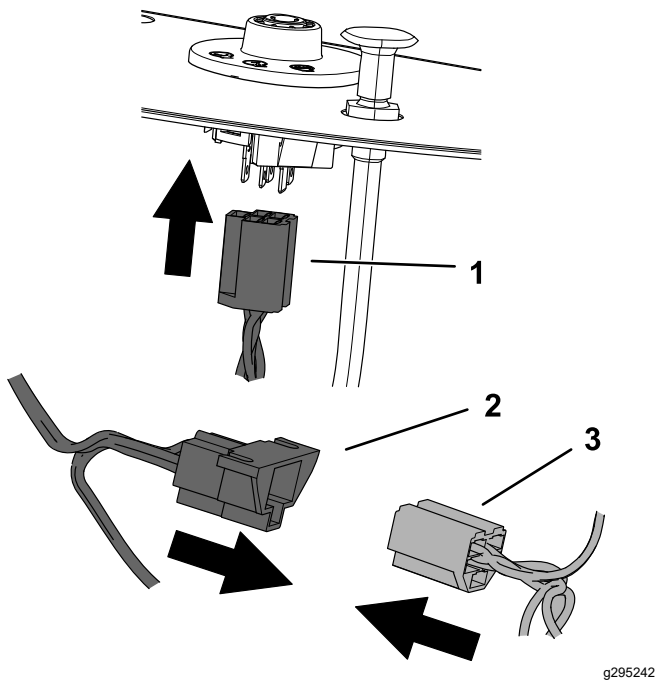

Figure 6
3. Branchez le connecteur d'entrée du commutateur d'allumage du faisceau du kit sur le commutateur d'allumage (Figure 6).
4. Branchez le connecteur de sortie du commutateur d'allumage sur le connecteur correspondant du faisceau de la machine (Figure 6).